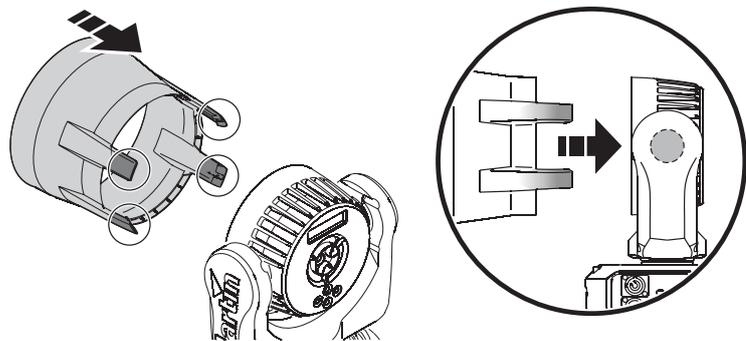

Figura 7: Instalando um cabeçote superior
2. Veja Figura 7. Alinhe o cabeçote superior de modo que os pares de presilhas de retenção passem cautelosamente em cada lado dos pivôs de inclinação nas laterais do cabeçote.